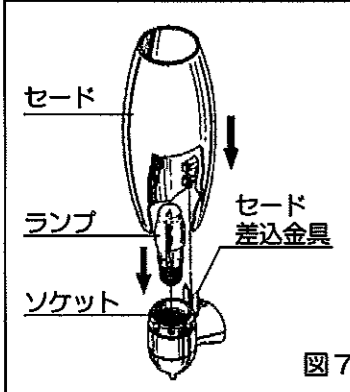

図7
6. ソケットにランプを差し込みます。器具に表示されている種類およびワット数以下のものをご使用ください。（図7参照）
7. セード差込金具にセードを差し込んでください。（図7参照）